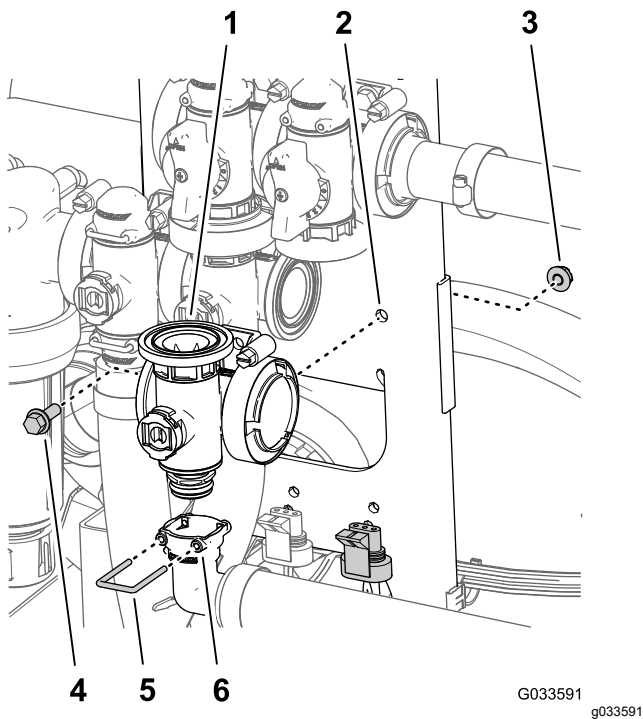

Figure 130
5. Alignez la douille du raccord de sortie à 90° et le coupleur au bas du collecteur de la vanne générale des rampes (Figure 130).
- Fixez le raccord de sortie au coupleur en insérant un étrier de fixation dans la douille du raccord de sortie (Figure 130).